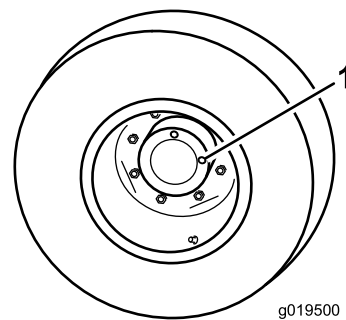

Figura 58
1. Com a máquina numa superfície plana, posicione a roda de forma a que 1 tampão de verificação fique na posição das 12 horas e o outro na das 3 horas (Figura 58).
2. Retire o tampão da posição das 3 horas (Figura 58).